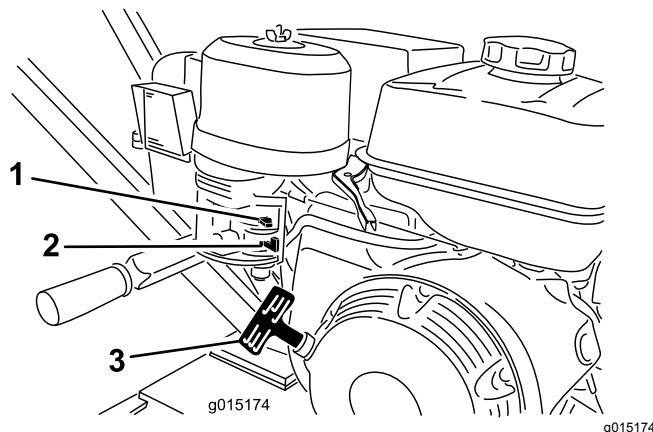

Figure 8
1. Tournez le robinet d'arrivée de carburant complètement à droite, en position OUVRETE (Figure 8).
2. Placez la commande de starter en position EN SERVICE (Figure 8).
5. Tirez légèrement sur la poignée du lanceur jusqu'à ce que vous sentiez une résistance, puis tirez vigoureusement (Figure 8). Relâchez lentement la poignée du lanceur.